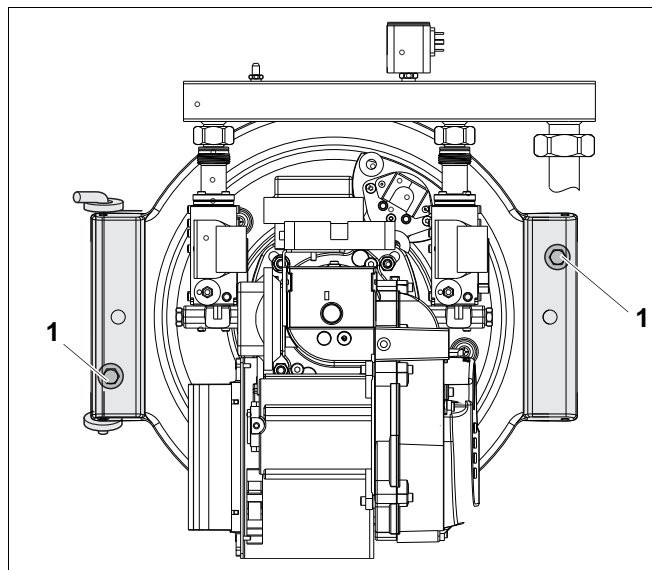

Рис. 10 Закрывание и крепление болтами дверцы горелки
- Закройте дверцу горелки и закрепите ее болтами с моментом затяжки 10–15 Нм (рис. 10, поз. 1).